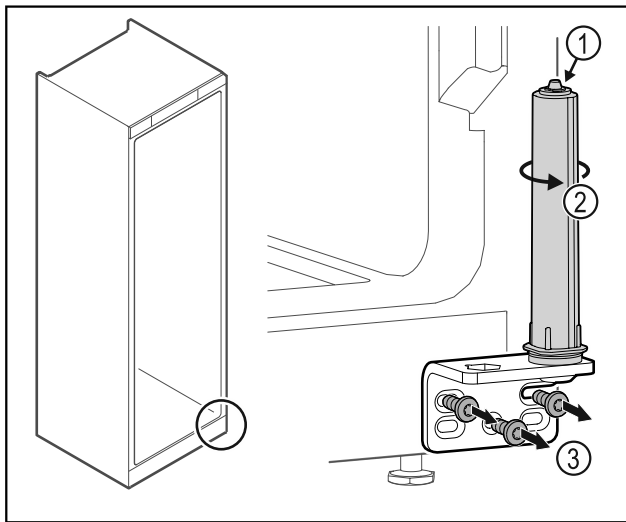

Fig. 45
- Ne pas désassembler le système de fermeture de la porte Fig. 45 (1).
- ▶ Tourner le système de fermeture Fig. 45 (2) jusqu'à entendre un clic.
- ▶ Dévisser l'équerre de la charnière Fig. 45 (3).